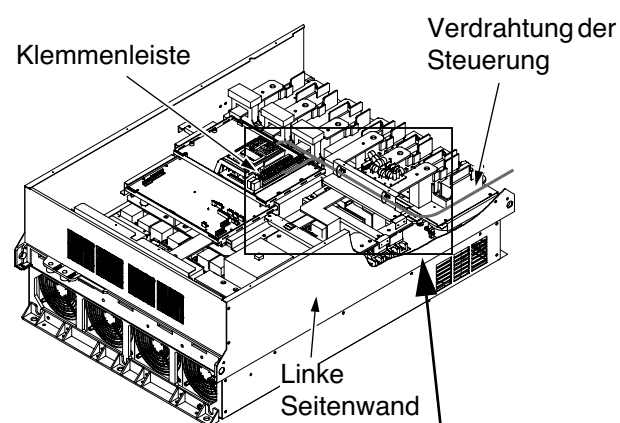

Bild 2-3-16 Führung der Steuerungsverdrahtung
1. Verlegen Sie die Verdrahtung wie in Bild 2-3-16 gezeigt an der linken Seitenwand.